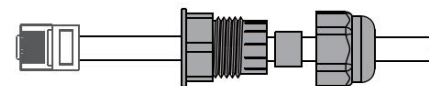

Figura 4.5-4 Cierre remoto de la conexión del cable
Paso 3-2 para apagado remoto. Pase el cable a través de la placa de acero, luego conecte desde los pines 5 y 6. La Tabla 4.6-1 describe la definición del puerto de 6 pines. El cableado se muestra en la Figura 4.5-4.